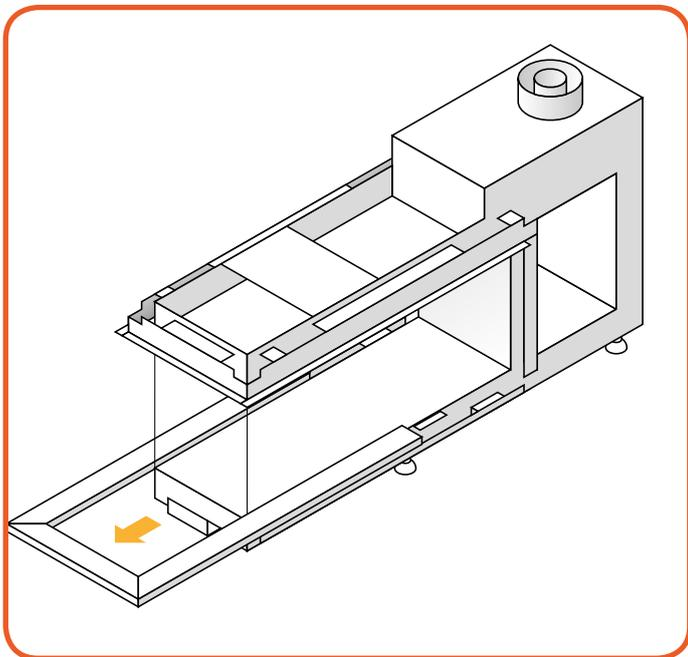

Abbildung 10-3: Abnehmen der unteren Verkleidung
- Anschließend nehmen Sie die untere Verkleidung ab (Abbildung 10-3).